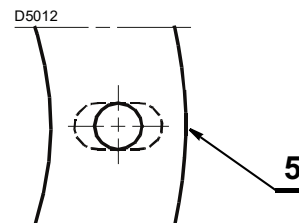

Abb. 10
- falls erforderlich die Bohrungen der Isolierdichtung 5)(Abb. 10) verbreitern, aber darauf achten, dass sie dabei nicht beschädigt wird.